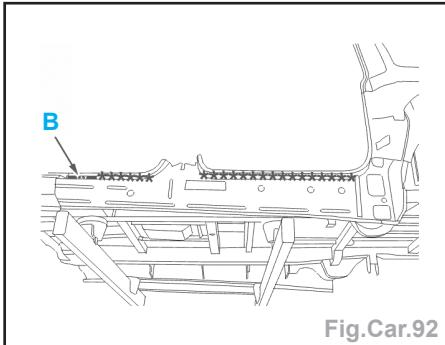

Fig.Car.92
- Découper par meulage des points (suivant **B**) (Fig.Car.92).